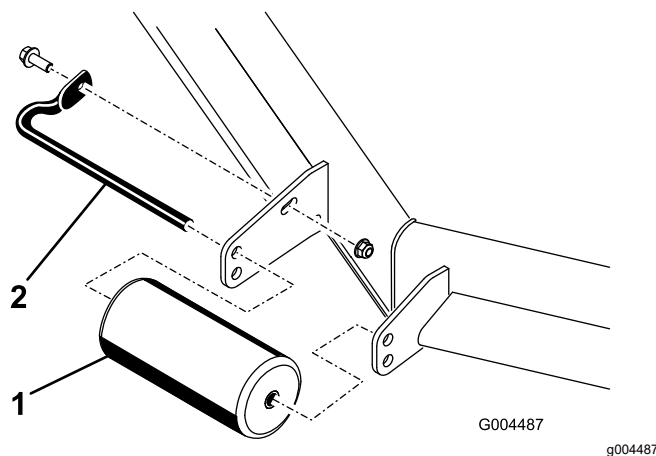

Figura 7
4. Retire os fixadores prendendo cada rolo no seu cortador e mova os rolos para cima ou para baixo, como desejar (Figura 7).